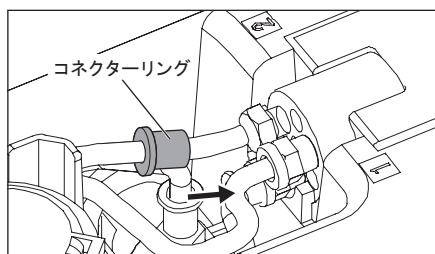

図41
- 8) ポンプチューブを取り外しと逆の手順で取り付け、コネクターリングを奥までしっかり挿し込んでください。(図 41)